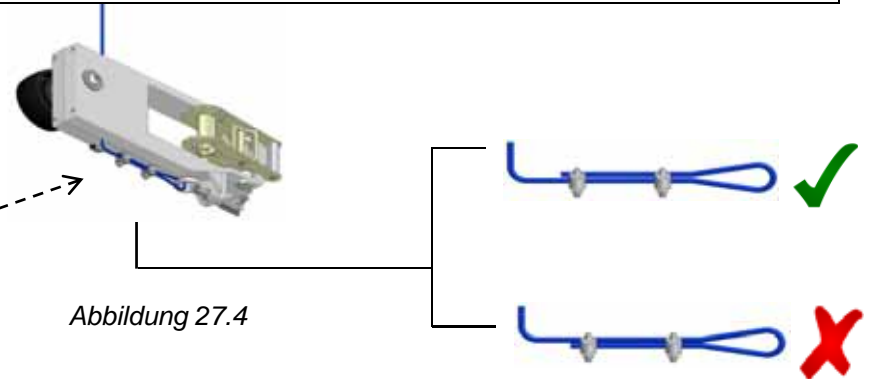

Abbildung 27
8.5 Ersetzt Abschnitt 3.3: Führen Sie die Seile (H1) wie in Abbildung 27 und 28 gezeigt. Beginnen Sie an der unteren Laufrolle und wickeln Sie das Seil dann um den Einstellaugbolzen; sichern Sie das Seil mit zwei 5 mm Kabelziehkeilen (im Lieferumfang enthalten). Vergewissern Sie sich, dass das Brückenglied des Keils bei Beanspruchung am Seil anliegt (Abbildung 27.4).